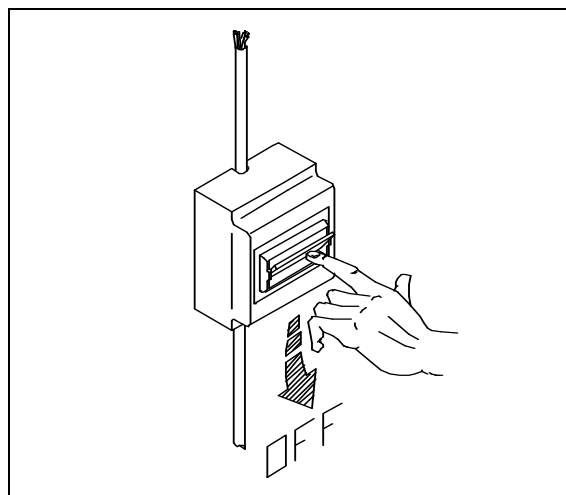

Fig. 5-1
N.B. : Prima di qualsiasi intervento tecnico, scollegare l'apparecchio dalla rete elettrica. (fig. 5-1)
N.B. : Before any technical service, disconnect the machine from the mains. (fig. 5-1)
N.B. : Vor jedem kundendienst die machine vom stromnetz ausschalten. (fig. 5-1)
N.B. : Avant de toute intervention, débrancher l'appareil de l'électricité. (fig. 5-1)
N.B. : Desconecte siempre el aparato de la red antes de cualquier operación de arreglo. (fig. 5-1)
N.B. : Antes de qualquer intervento tecnico, desligar a máquina da rede eléctrica. (fig. 5-1)